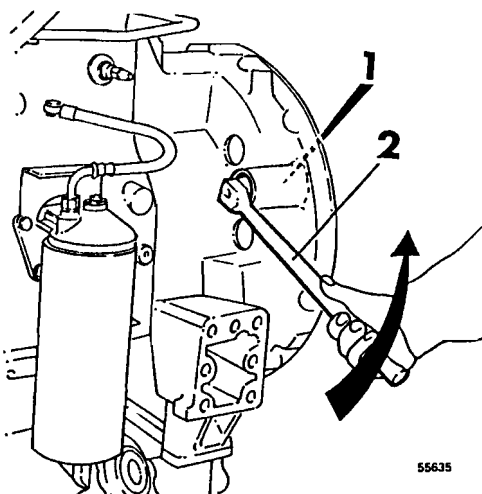

Fig. 93
- 16 Hacer girar el cigüeñal hasta que la biela adopta la posición que permite desmontar la boquilla para la refrigeración del pistón, véase fig. 93.